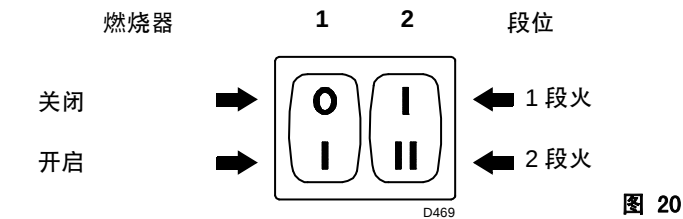
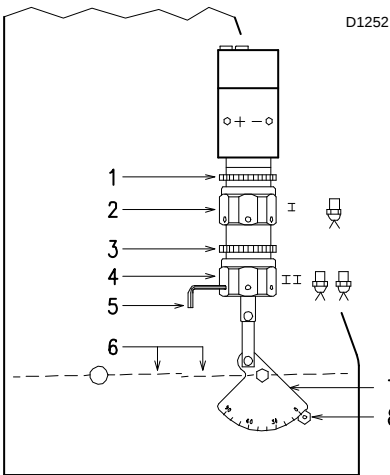

图 20
图 21
- 通过闭合控制装置并将开关 1) (图 20 第 18 页) 置于“ON”位置后，启动燃烧器。油泵转动方向必须与燃烧器外壳上所标箭头方向一致。
- 若从螺栓 3) 处有油漏出，则油泵注油成功。关闭燃烧器，将开关 1) (图 20 第 18 页) 置于“OFF”位置并拧紧螺栓 3)。
将开关 1) (图 20) 置于 “ON” 处。
将开关 2) (图 20) 置于一阶段火运行处以保持燃烧器在一阶段火时的平稳运行。风量挡板 6) (图 21) 的开启程度必须根据所选喷嘴进行调整；指针 8) (图 21) 必须与标有刻度的扇型刻度盘 7) (图 21) 相应位置对齐。可以用六角螺丝进行调整 2) (图 21)：
将开关 2) (图 20 第 18 页) 置于二段火运行位置，在松开螺母 3) (图 21) 后，转动六角螺丝 6) (图 21) 调整风量挡板 6) (图 21)。
为了方便地调整六角螺丝 2) 和 4) (图 21), 可使用 3 mm 六角扳手 5) (图 21)。